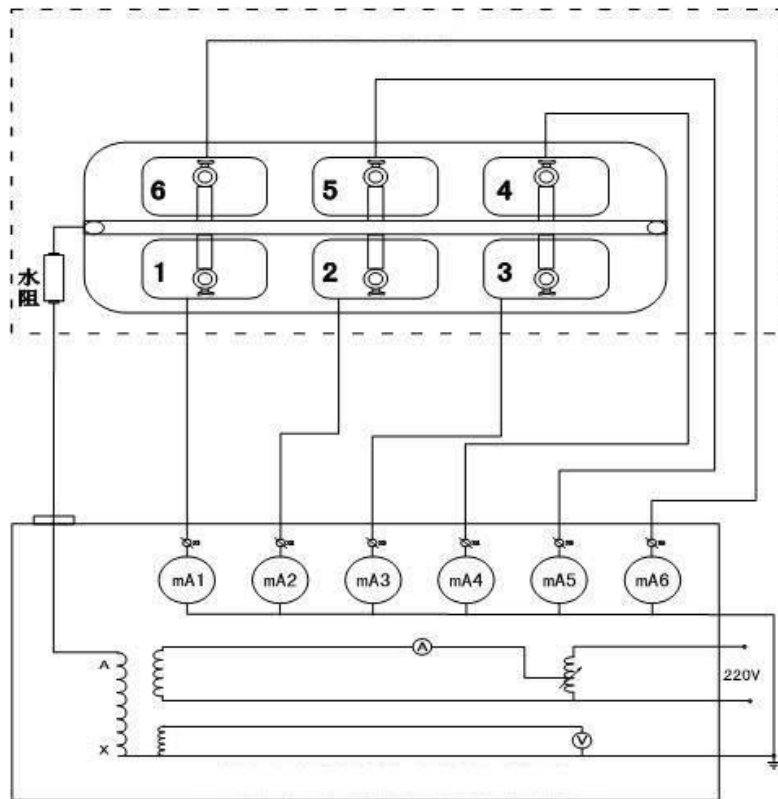
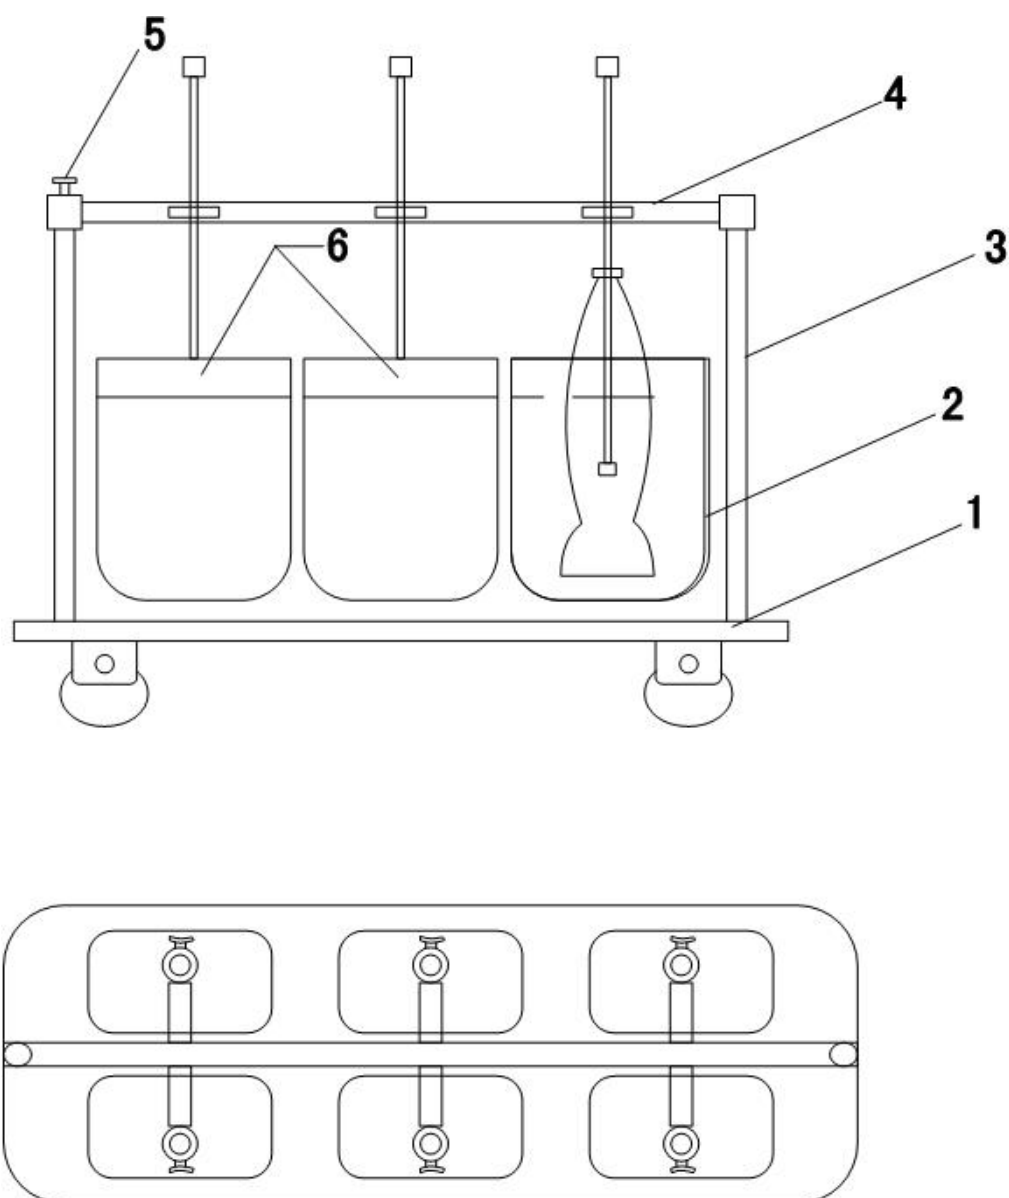
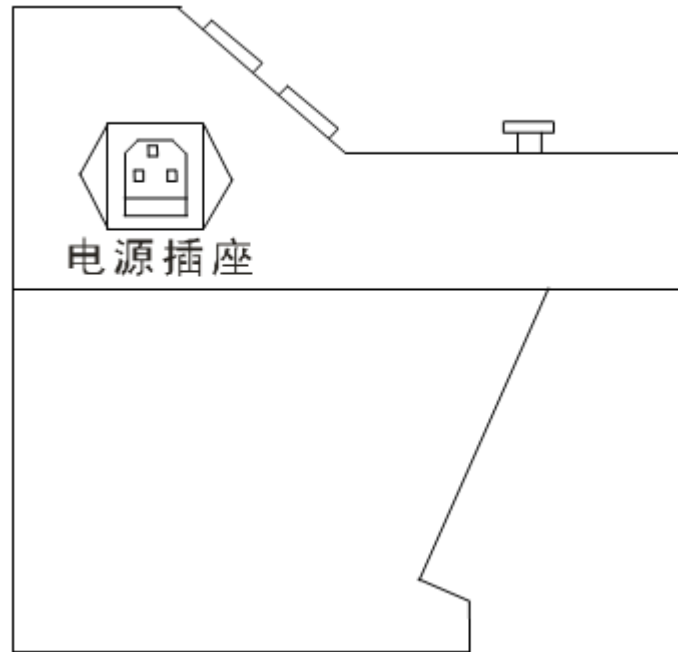

图 1：成套使用接线图
图 2
图 3
接入 0~220V 电源，调节工频耐压试验台，根据试验变压器的电磁感应原理，使变压器产生 0~30KV 工频高压至各电极，使绝缘靴(手套)获得规定的试验电压。根据绝缘靴(手套)试验规程，读取、纪录测试参数。成套使用接线图见图 1（毫安表六块）
绝缘靴（手套）试验车装置见图 2，绝缘靴（手套）试验台外形见图 3。
1. 使用前根据图 2 将绝缘撑(3) 安装在移动托架(1) 上, 再将电极杆支撑(4) 两端插入绝缘撑杆(3) 内, 最后将电极杆依次装在电极支撑内。
3. 按图 1、图 2 将水阻的一端与绝缘靴(手套) 试验车上的高压输入螺母(7) 相连, 另一端用 35KV 高压电缆由绝缘靴(手套) 试验台的高压出线口引至绝缘靴(手套) 试验台内试验变压器高压输出端 A, 将盛水槽 1-6 上的泄漏测量接线端与绝缘靴(手套) 试验台上的接线端 X1-X6 一一对应相连。